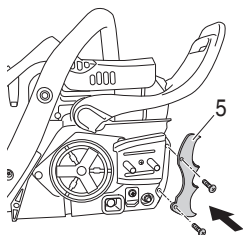

Fig. 4
* En el caso de instalar el apoyo dentado (5), instale el apoyo dentado (5) (si se provee) en el aparato con dos tornillos. (Fig. 4)